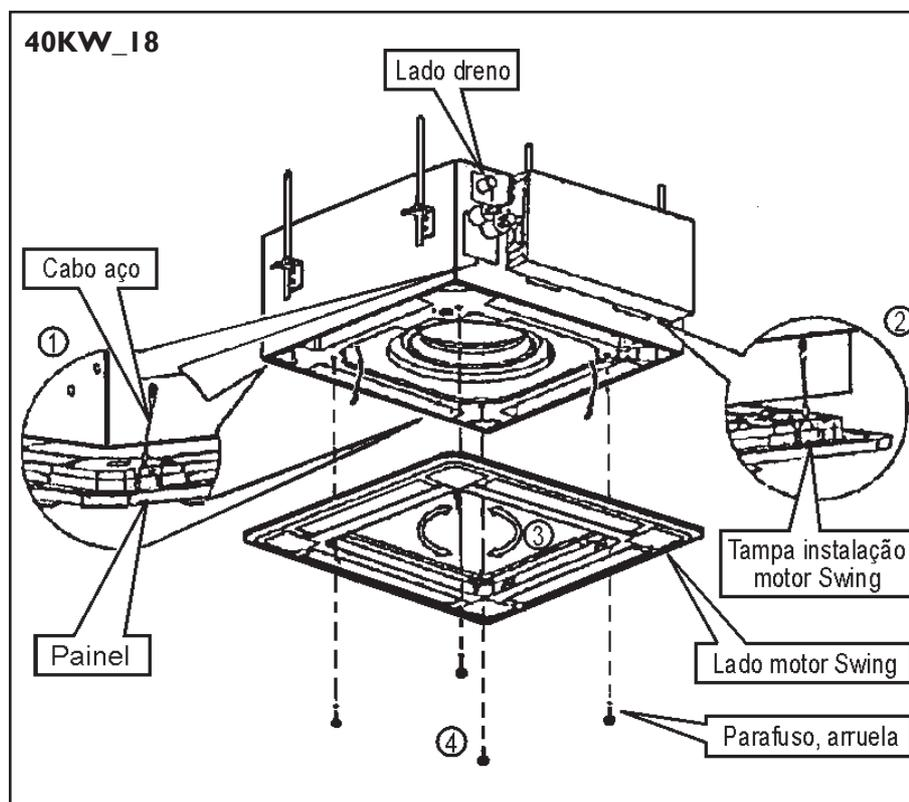

FIG. 25
- c) Alinhar o motor do Swing (oscilar) adequadamente no painel com as juntas de tubulação. Figs 25 e 26.
- d) Encaixe os dois cabos de aço, fixos ao corpo principal, no painel de instalação e alinhe a marca no painel com a mesma marca no corpo principal. Ver Fig. 25 - Detalhes 1 e 2 para 40KW_18.